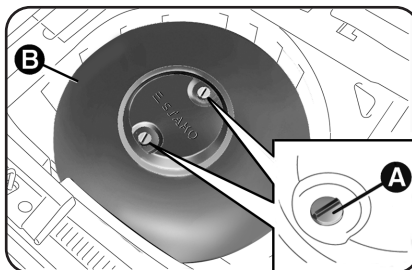

fig. 2
- svitare i dispositivi di fissaggio A-fig. 2, quindi rimuovere il coperchio B;